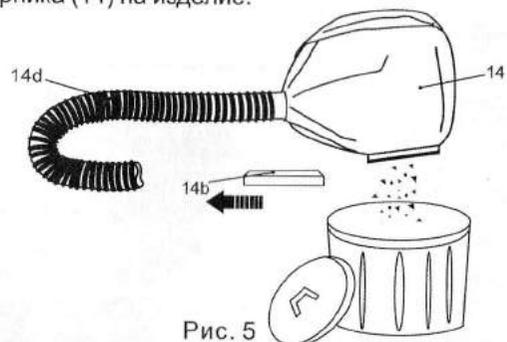

Рис. 5
- > При необходимости извлеките шланг пылесоса (14d) вместе с мешком пылесборника (14) из изделия.
- > Держите мешок пылесборника (14) над пакетом для мусора подходящего размера.
- > Стяните застежку (14b) с мешка пылесборника (14) и вытряхните его содержимое в мусорный пакет (Рис. 5).
- > Посадите застежку (14b) на направляющие на мешке пылесборника (14), установите шланг пылесоса на место (14d) и поместите мешок пылесборника (14) на изделие.